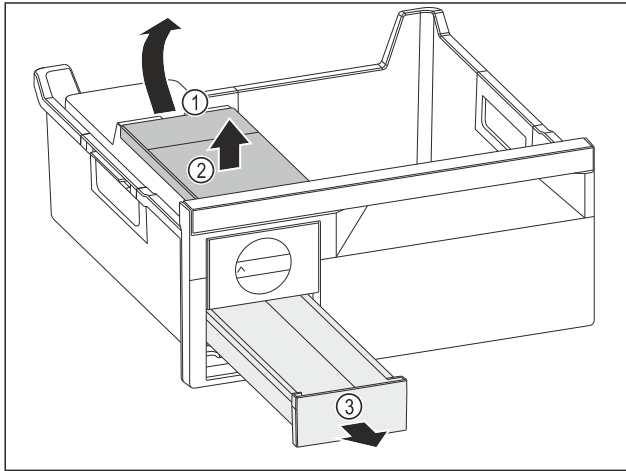

Fig. 144
- ▶ Vegye ki a víztartályt: Emelje fel a víztartályt a kivágásnál Fig. 144 (1).
- ▶ Vegye ki felfelé a víztartályt Fig. 144 (2).
- ▶ Vegye ki a előre felé a jégkocka-fiókot Fig. 144 (3).